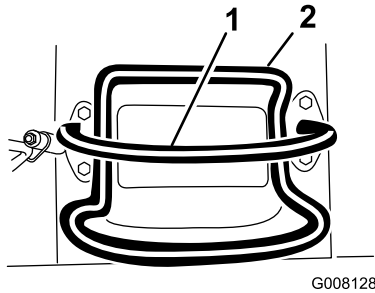

Bild 5
- Lassen Sie den Fahrtriebshebel los, um die Maschine anzuhalten (Bild 5).